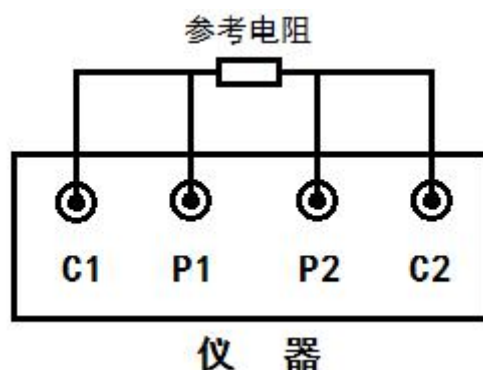

图 13 仪器自检接线图
1、测试时屏幕显示“请关机重启”、“188”、“218”等，应立即关掉电源，按图 13 接线测量仪器自带的参考电阻，将电流设为 1A。如果测量结果为 2Ω 左右证明仪器无任何问题，如果仍显示“请关机重启”，则证明仪器有问题，必须返厂维修！